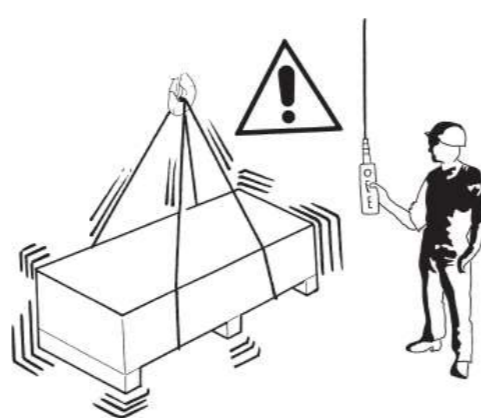

fig.68
- ▶ **SEMPRE** evitare di combinare i movimenti, azionando contemporaneamente i pulsanti di sollevamento e traslazione ed avendo cura di non generare pendolamenti del carico (fig.68).